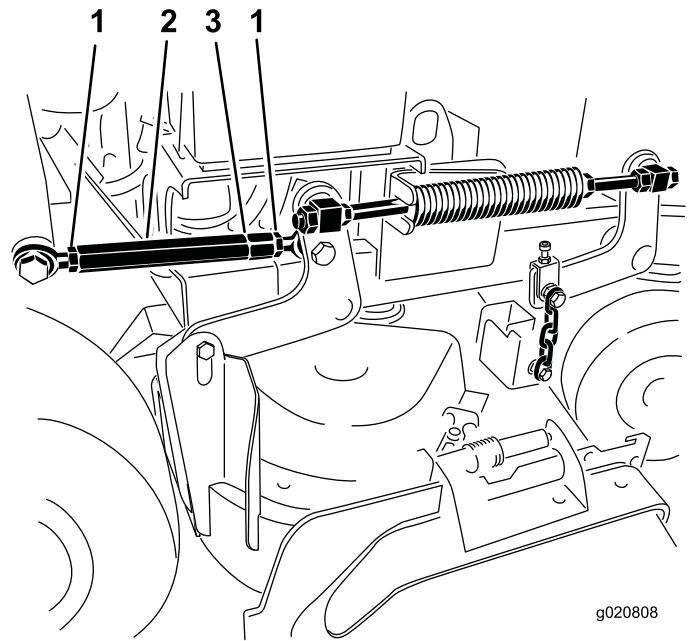

Figura 83
4. Afloje las contratuercas en ambos extremos del tensor (Figura 83).
Nota: El extremo del tensor que tiene la muesca tiene rosca a izquierdas (Figura 83).